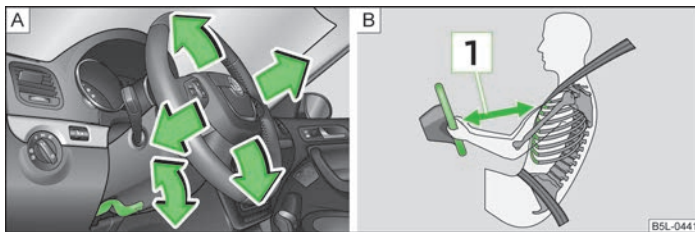

Fig. 94 Volante regulable: Palanca junto a la columna de dirección/distancia segura hasta el volante
- Mantener a una distancia mínima de 25 cm hasta el volante 1 » fig. 94 de la página 97 - B. Si no respeta la distancia mínima, el sistema de airbag no podrá protegerle - ¡Peligro de muerte!
- Girar la palanca situada debajo del volante hacia abajo » fig. 94 - A.